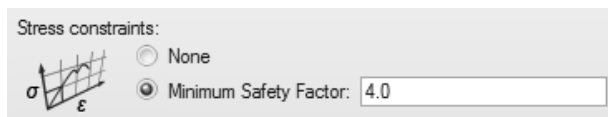

图 7-26
- 2) 对于应力约束, 将最小安全系数改为 4.0, 如图 7-26 所示。